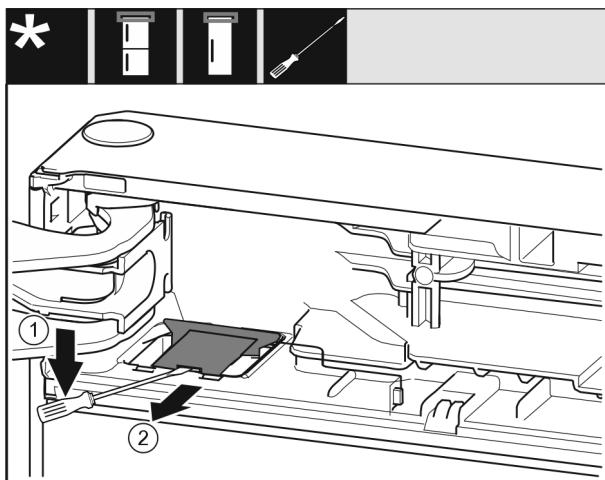

Fig. 11
- Mit einem Schlitzschraubendreher die Abdeckung Fig. 11 (1) ausrasten.
- Abdeckung Fig. 11 (2) herausnehmen.